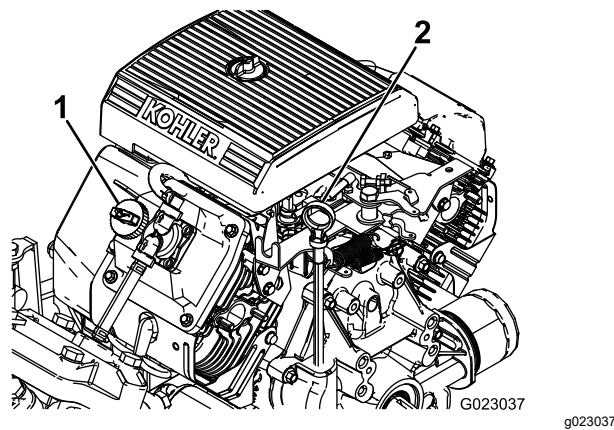

图 10
- 2. 取出量油尺用干净的抹布擦拭图 10。
- 4. 如果机油油位较低请从气门室盖图 10 上拆下加油颈盖从开口处注入机油直至油位达到量油尺上的“已满”标记请参阅 了解适合的机油类型和粘度。维护机油 (页码 41)